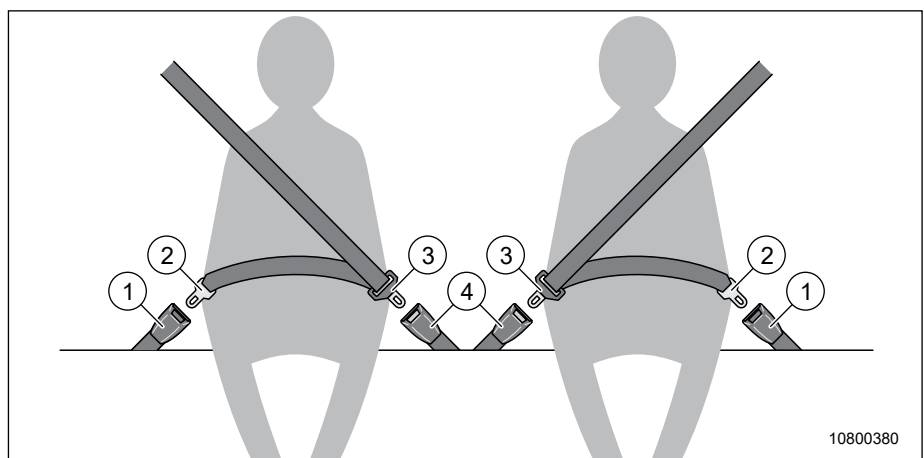

Fig. 26 Ceinture de sécurité pour les sièges dans la zone arrière
1. Tirer la ceinture au niveau du verrou plat (Fig. 26, pos. 2) jusqu'à la boucle de ceinture (Fig. 26, pos. 1) en exerçant une force régulière.
2. Introduire le verrou plat (Fig. 26, pos. 2) dans la boucle de ceinture (Fig. 26, pos. 1) jusqu'à ce que vous entendiez un clic.
3. Passer la ceinture au niveau du deuxième verrou plat (Fig. 26, pos. 3) sur la poitrine et le bassin en exerçant une force régulière.
4. Introduire le deuxième verrou plat (Fig. 26, pos. 3) dans la deuxième boucle de ceinture (Fig. 26, pos. 4) jusqu'à ce que vous entendiez un clic.
1. Appuyer sur le bouton rouge sur la boucle de ceinture (Fig. 26, pos. 4). Le verrou plat (Fig. 26, pos. 3) est éjecté sous la pression du ressort.
3. Appuyer sur le bouton rouge sur la deuxième boucle de ceinture (Fig. 26, pos. 1). Le deuxième verrou plat (Fig. 26, pos. 2) est éjecté sous la pression du ressort.